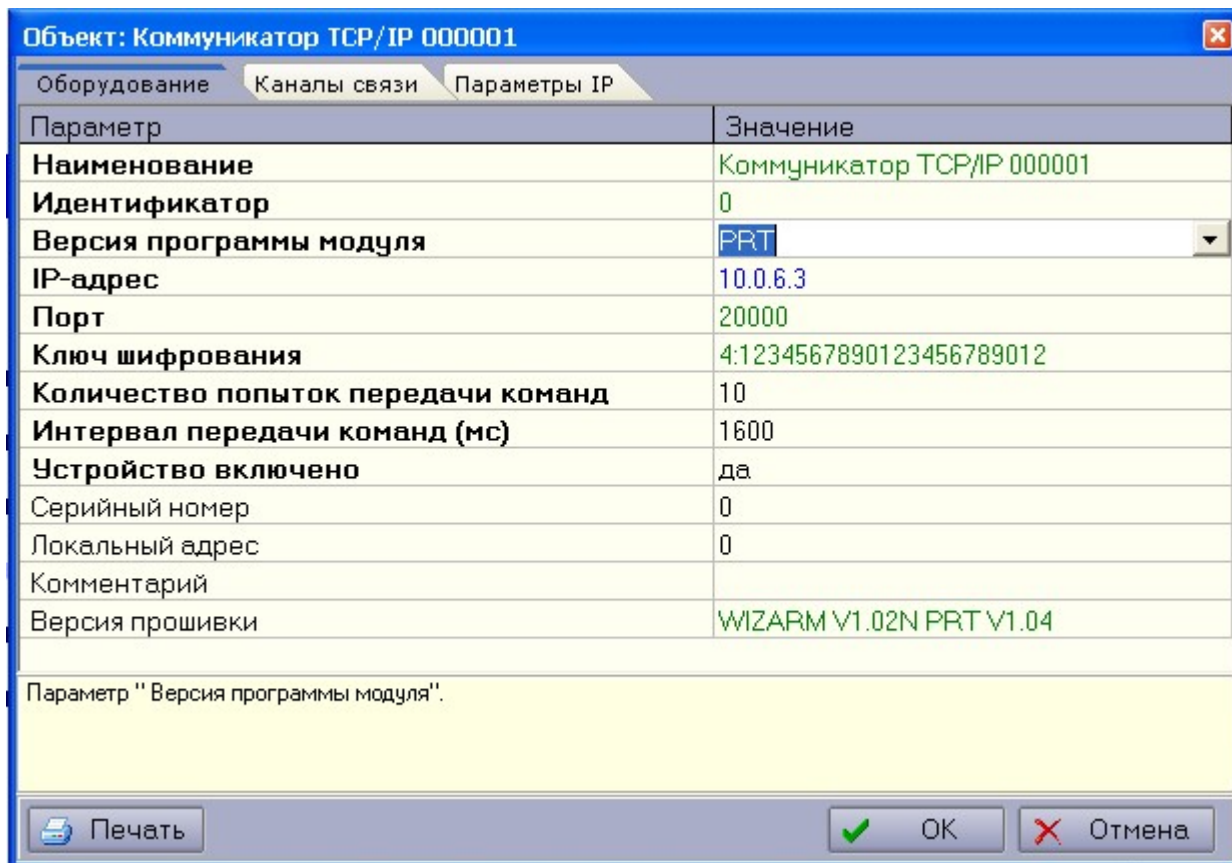

Рисунок 12 – Выбор версии программы модуля
- В устройстве «Коммуникатор TCP/IP» заполнить следующие поля (рис. 12):